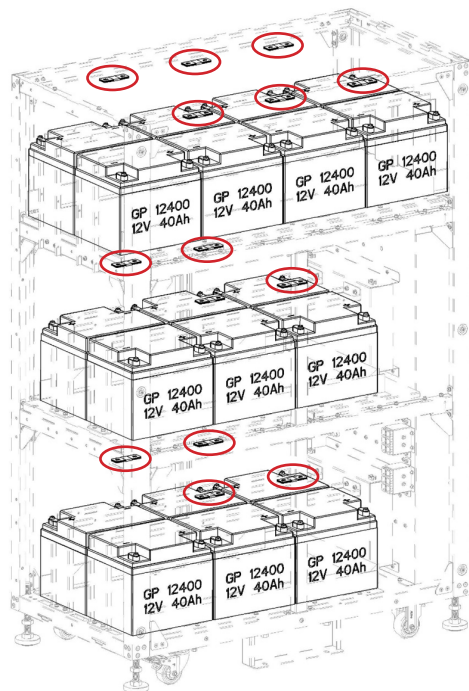

Figure 5-40
10. Installer les barres du bus en cuivre (13 pièces) entre les batteries adjacentes et les boulons/montants d'insertion des batteries (Figure 5-40).